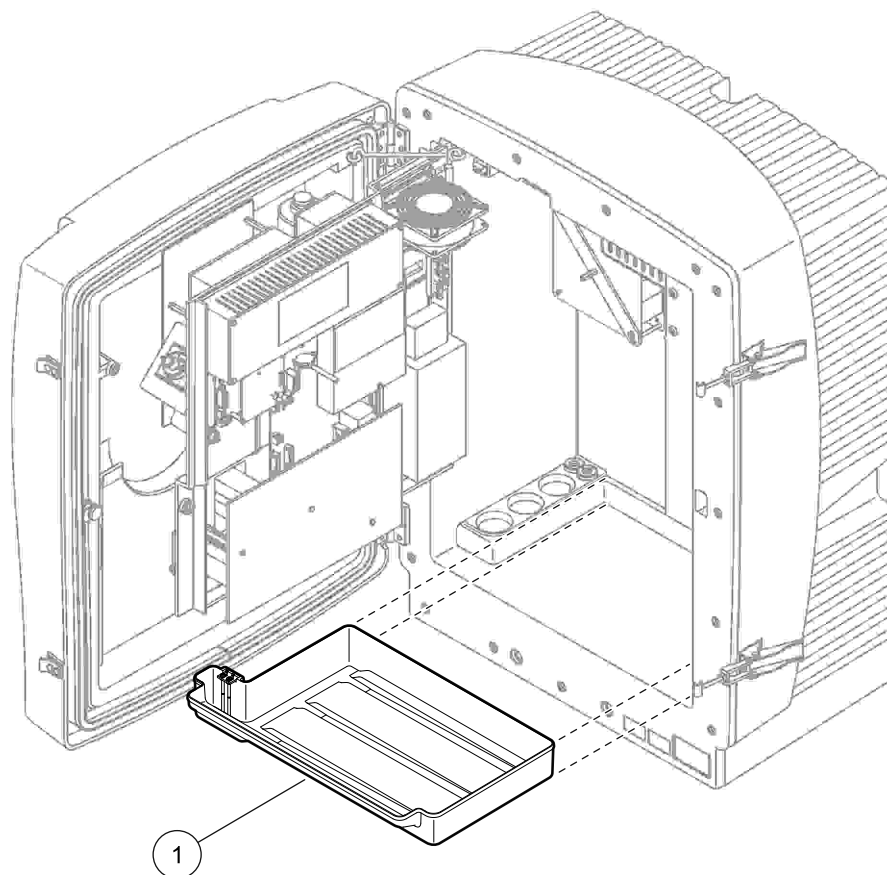

Figura 11 Instalação do suporte de recolha
2. Faça deslizar o suporte de recolha para a parte inferior da estrutura (Figura 11).